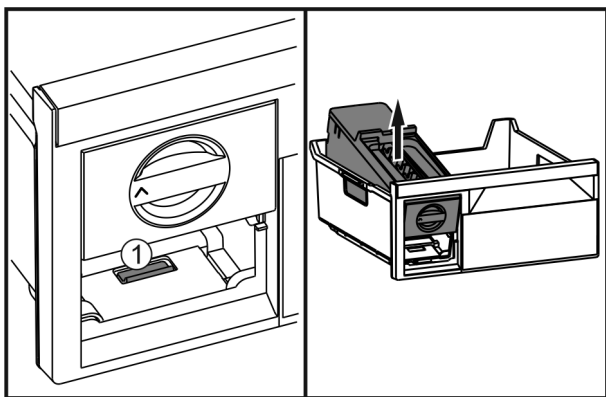

Fig. 43
- ▶ Нажать на накладку Fig. 43 (1), EasyTwist-Ice поднять сзади и вынуть из выдвигного ящика морозильника.